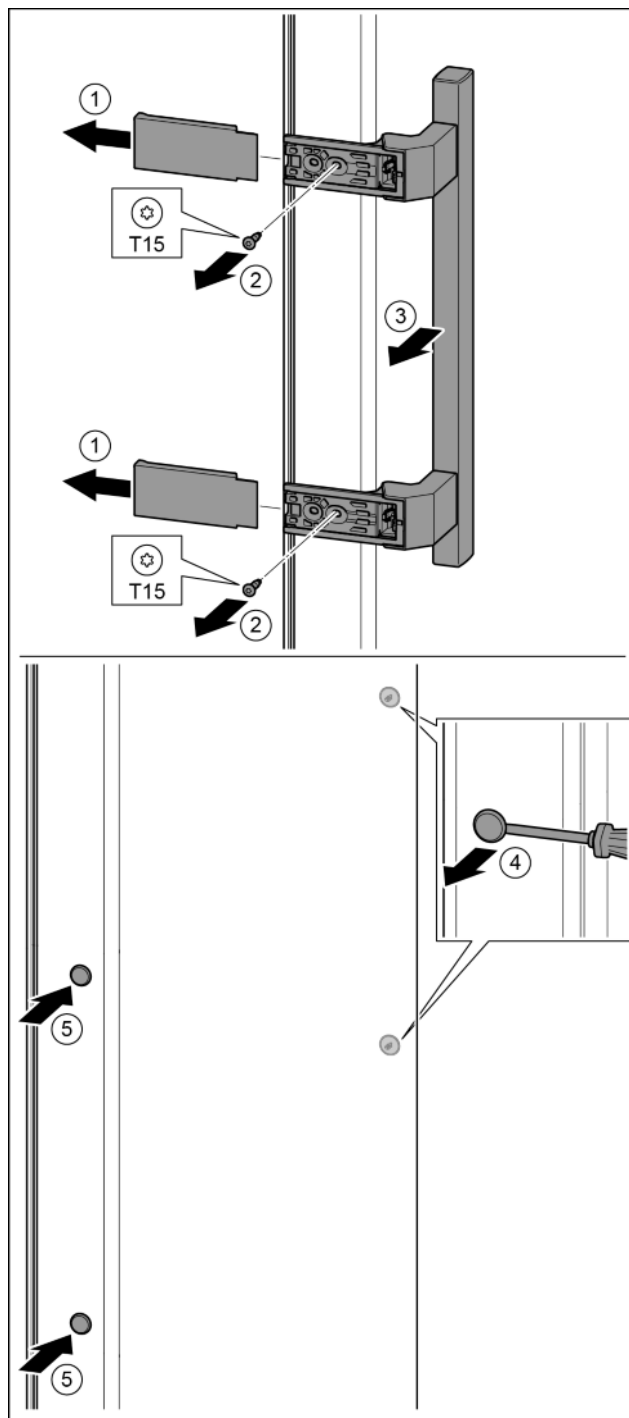

Fig. 20
- ▶ Снять крышку. Fig. 20 (1)
- ▶ Выкрутить винты отверткой T15. Fig. 20 (2)
- ▶ Снять ручку. Fig. 20 (3)
- ▶ Осторожно приподнять шлицевой отверткой боковых заглушки и вынуть их. Fig. 20 (4)
- ▶ Заглушки снова вставить с другой стороны. Fig. 20 (5)